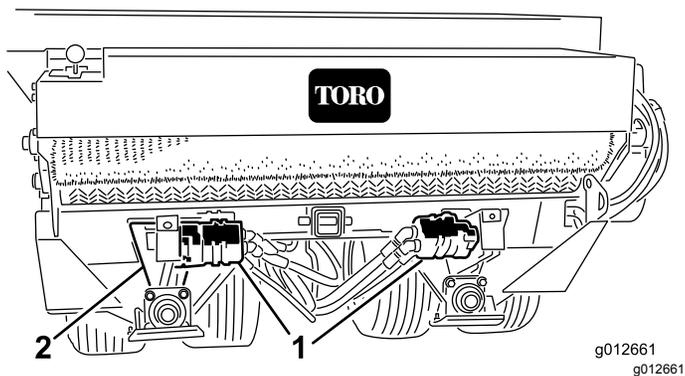

Рисунок 16
2. Ослабьте каретные болты и гайки крепления гидромотора(насоса) к опоре оси (Рисунок 16).
3. Поворачивайте гидромотор в сборе со звездочкой (Рисунок 16), пока цепь привода колеса не отклонится на 3,2 мм.